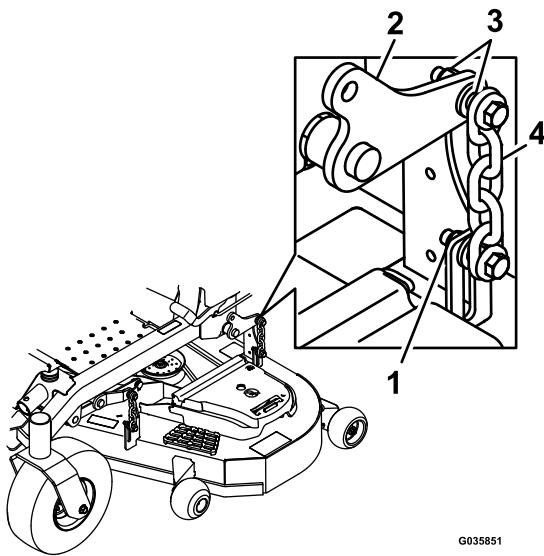

Figura 105
- 15. Afloje las contratuerzas (Figura 105) en las cuatro esquinas y asegúrese de que la carcasa de corte quede bien asentada sobre los cuatro bloques.